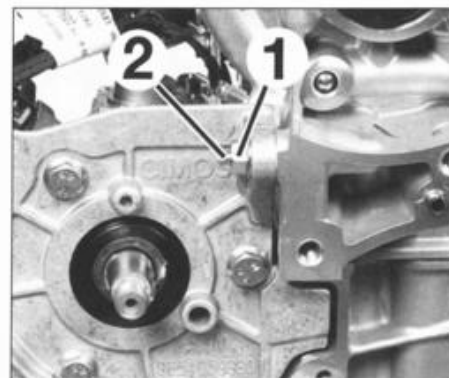

FIG. 53
- el espárrago (2) y la tuerca (1) de soporte de bomba (fig. 53).
- el espárrago (2) y la tuerca (1) (fig. 53) del soporte de bomba de alta presión.